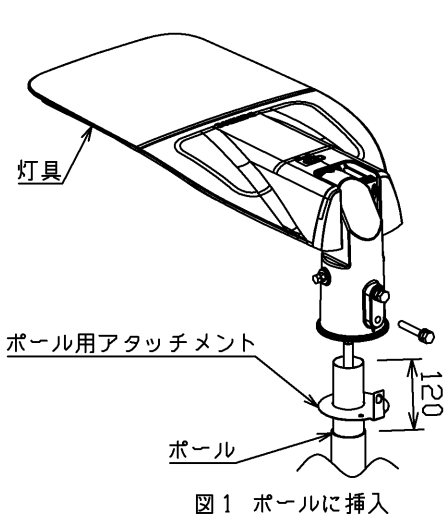
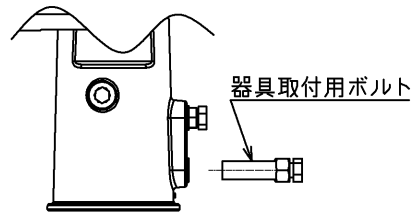

図1 ポールに挿入
図2 器具取付用ボルト
1. 取説3の2”電源線をポール用アダプターに挿入”の際に、ポール用アタッチメントを図1のようにポールへ通してください。また、この際に図2に示す外側の器具取付用ボルトを外してください。